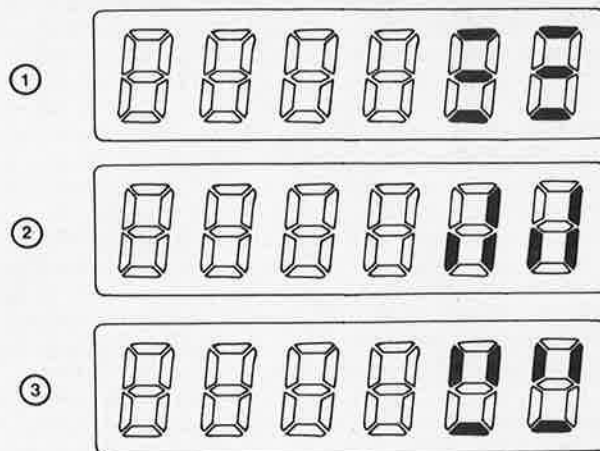

Figure 3. Voici ce que vous verrez apparaître au cours des différentes phases de lecture et d'écriture des données sur la bande.
Le dessin ① de la figure 3 apparaît lorsque:
Le dessin ② de la figure 3 apparaît lorsque l'ordinateur est en phase de synchronisation. En d'autres termes, il est en train de lire les caractères de synchronisation qui précèdent un bloc de données. Il se peut que pour les premiers caractères, la lecture ne soit pas encore parfaite: le dessin ② est instable, mais devra se stabiliser très rapidement (1 seconde à peu près).
Le dessin ③ de la figure 3 apparaît lorsque le numéro d'identification spécifié par l'utilisateur a été trouvé et chargé dans la mémoire du Junior Computer.
Lorsque la touche GET est actionnée, il est fait appel à la routine RDTAPE. La LED verte D4 s'allume, et sur l'affichage du Junior Computer apparaît l'un des dessins de la figure 3. Une fois que le bloc est chargé en mémoire, le Junior Computer se manifeste avec "ID XX" (dessin ① de la figure 4, où XX est compris entre 00 et FF).